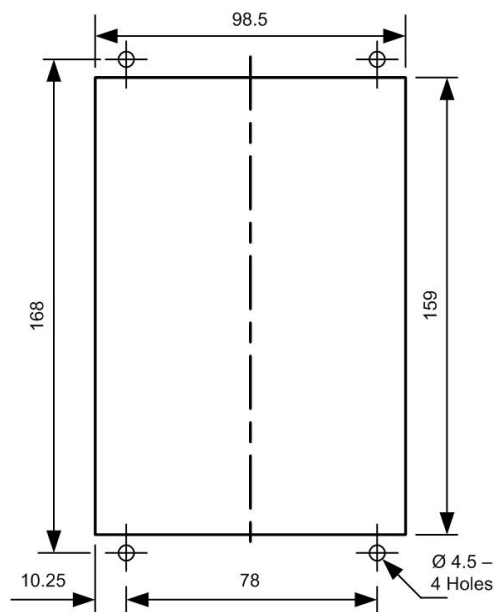

Figura 1-2 Apertura nel pannello
1. Creare un vano delle dimensioni illustrate in Figura 1-2 per alloggiare il relè nel pannello di protezione.